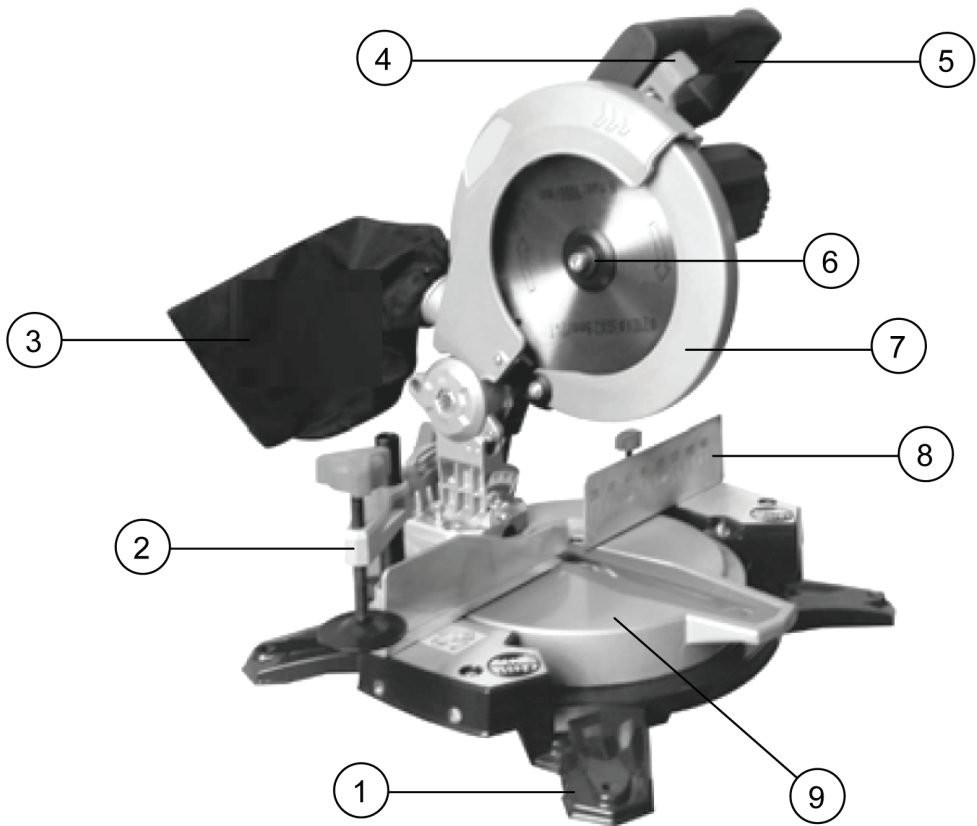

Рис. 1
- Разблокируйте подвижный защитный кожух рычагом 4 (Рис. 1)
- Нажмите на клавишу выключателя 5 (Рис. 1)